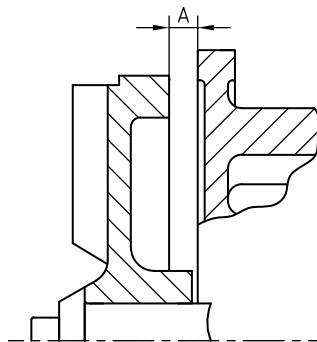

Figura 17: Ajuste del rodete FRES.
- 2 Ajuste el rodete a la medida **A** entre la parte posterior del rodete y la cubierta intermedia. Consulte la figura 17 y Tabla 6 siguientes. Preferentemente, utilice 2 reglas calibradas.